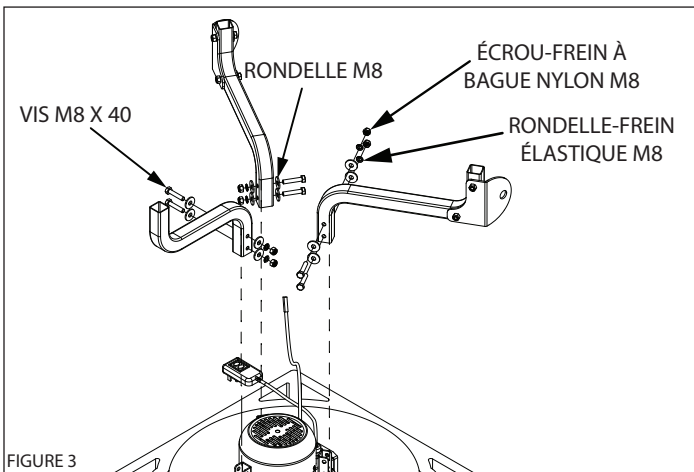

FIGURE 3
- Monter les pieds sur l'ensemble motoréducteur et bac à plumes. (**VOIR FIGURE 3**)
REMARQUE : Chaque pied est unique et non interchangeable. Les longs pieds comportent des supports d'axe de roue et doivent être montés de telle façon que les supports d'axe soient parallèles l'un à l'autre. (VOIR FIGURE 3)